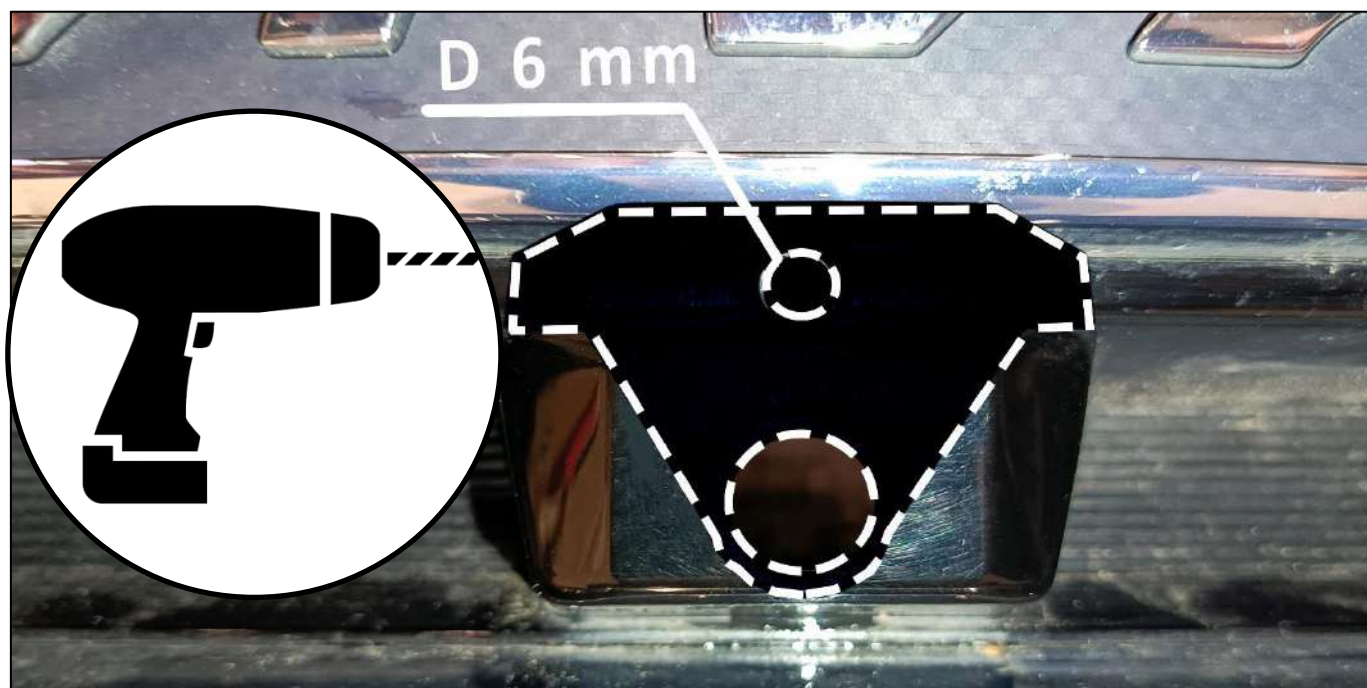

Рисунок 2
- с помощью шаблона просверлить в панели и кронштейне камеры отверстие 6 мм (рис. 2);